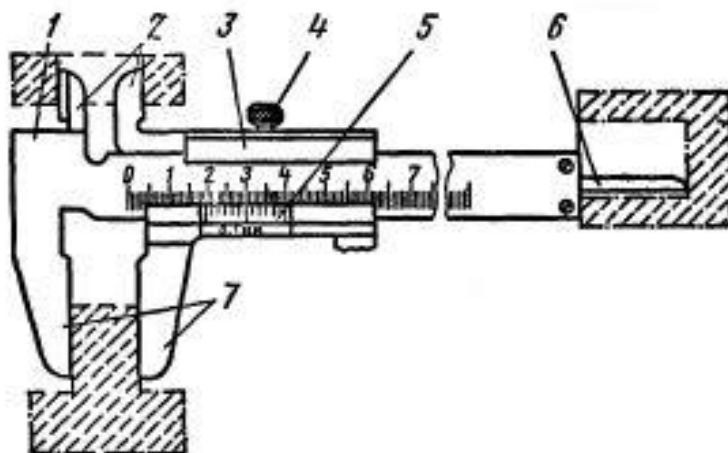

Рис. 1. Штангенциркуль:
1. изучить все части и их назначение (рис. 1);